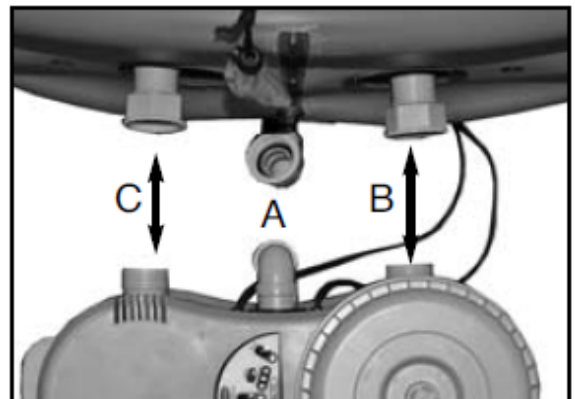

Fig 10
- 10 ポンプユニットの給水及び排水も同時に接続して下さい。(Fig 10)